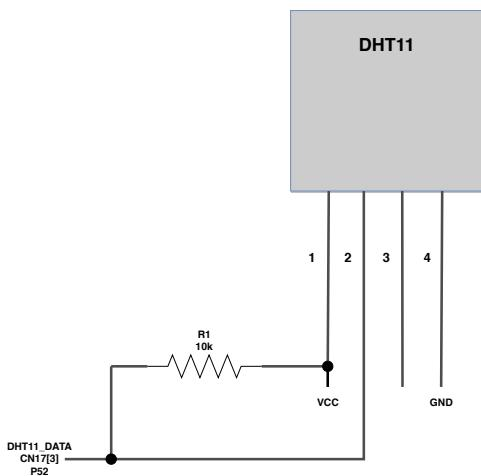
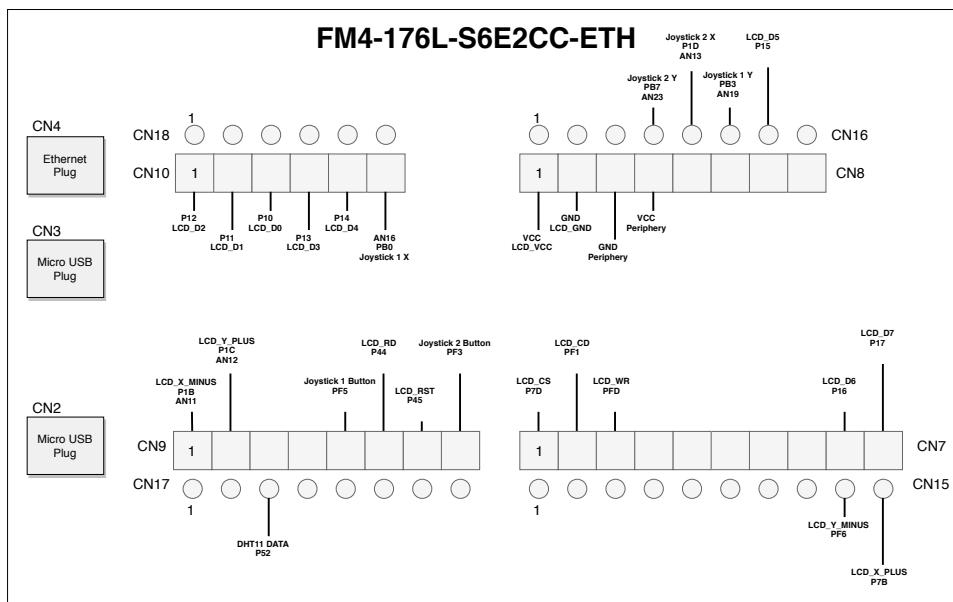

Abbildung 9: Verkabelung des DHT11
Abbildung 10: Verkabelung des DHT11
1. Zunächst trenne den Microcontroller von der Stromzufuhr und stelle sicher, dass dieser ausgeschaltet ist. Verbinde gemäß Abbildung 9 den DHT11 mit dem Microcontroller. Der DHT11 wird, von links gezählt, an den dritten Pin des CN17 Steckers des Microcontrollers angeschlossen (Port 5, Pin 2, siehe Präprozessorkonstante GPIO1PIN\_PF52). Nutze als Unterstützung Abbildung 10, die schematisch die GPIO-Verbindungen des Microcontrollers darstellt. Bevor der Microcontroller wieder an den Computer angeschlossen wird, lasse die Verkabelung von einem Tutor überprüfen.